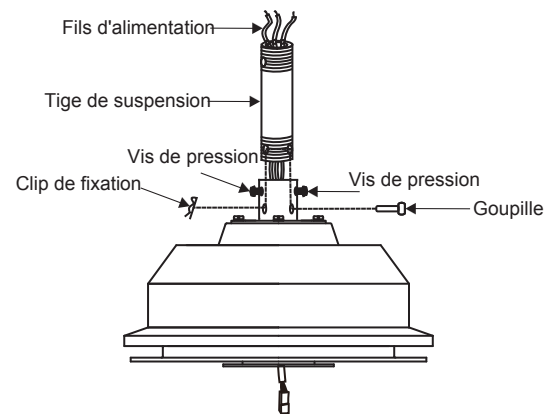

Fig. 8
Étape 6. Desserrez les deux vis de pression et enlevez la goupille ainsi que le clip de fixation de l'accouplement sur le dessus du moteur (Fig. 8)
Remplacez ensuite la goupille et le clip de fixation. Serrez les deux vis de pression. (Fig. 8)